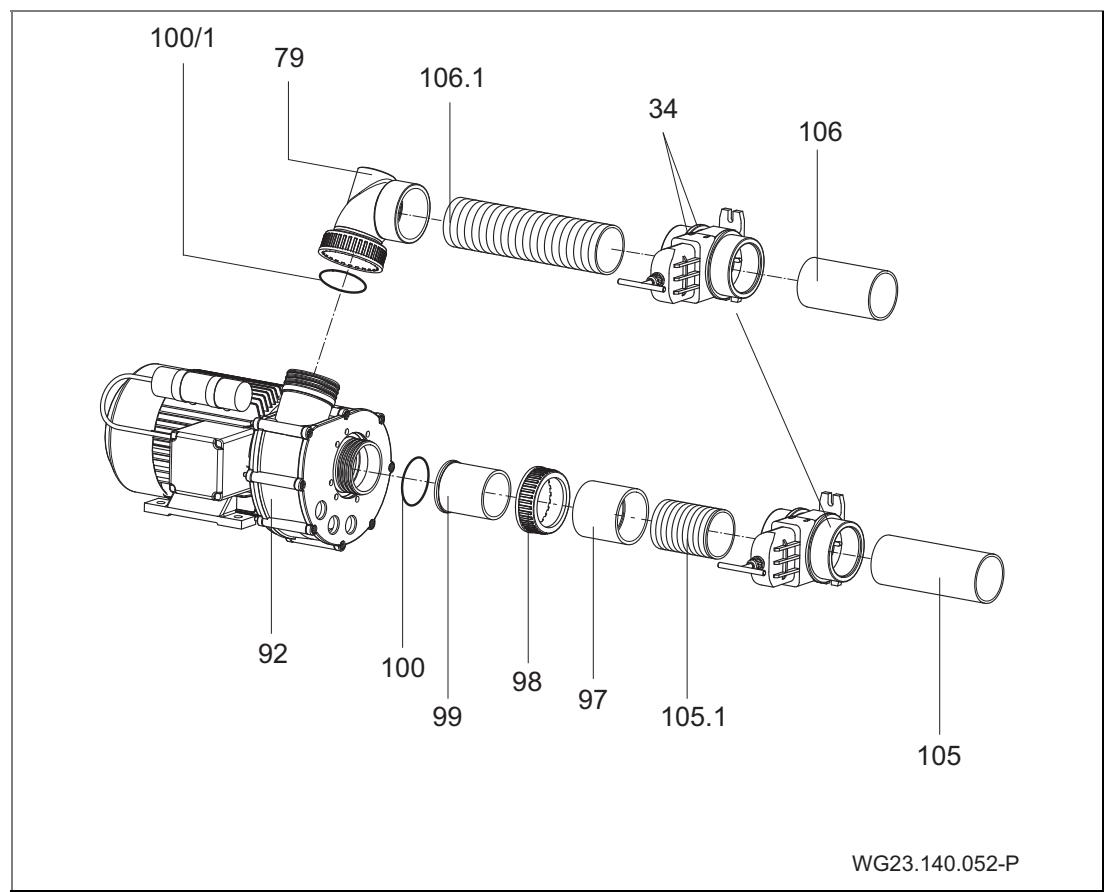

Рис. 20
13. Подсоединить (приклейте) струйный насос (92) со стороны всасывания с помощью гибкой впускной трубы (105.1), муфты (97), резьбового соединения (98, 99) и со стороны нагнетания с помощью гибкой напорной трубы
(106.1) и специального редукционного уголка (79). (Рис. 20)